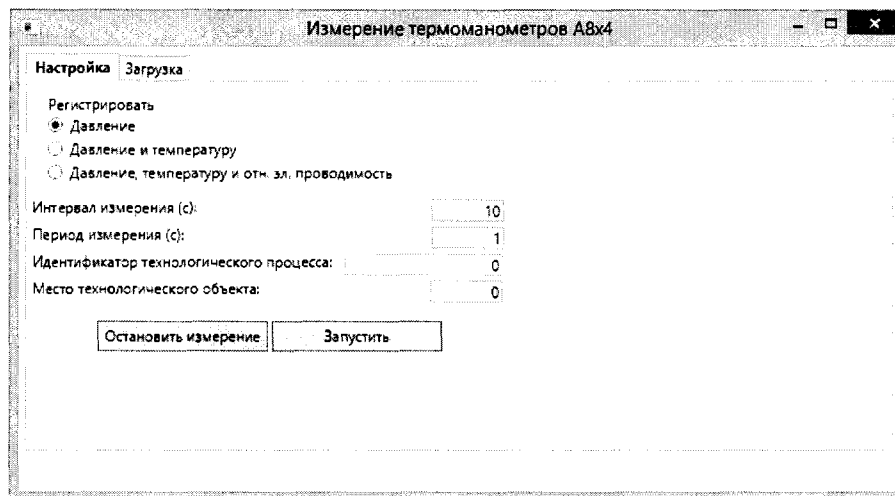

Рисунок 2 – Страница настроек измерения
7.2.5 в случае верно введенного пароля открывается страница настроек измерения (Рисунок 2);
7.3.11 нажать кнопку «Остановить измерение» страницы настроек измерения (Рисунок 2) для остановки измерения поверяемым устройством;